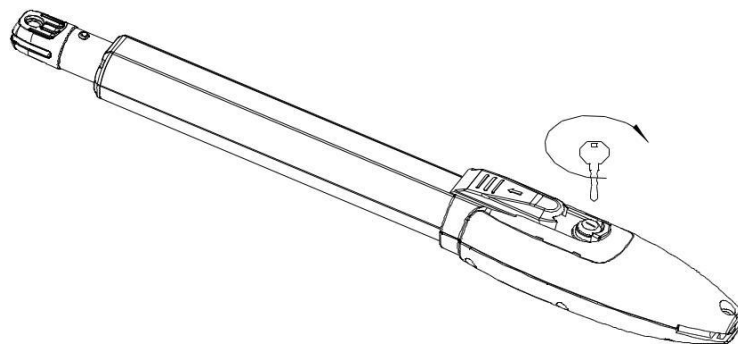

Figura 6
C) Antes de la instalación, desbloquee ambas máquinas principales. Método de desbloqueo: Abra el tapa de liberación manual, inserte la llave de liberación manual, gire la llave hasta que se suelte, Como se muestra en la Figura 6, gire el brazo telescópico. Verá que se extiende fácilmente con la mano.